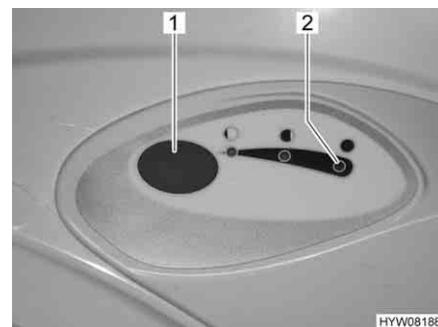

Fig. 261 Botón del inodoro/luz de control (inodoro Thetford)
- Para lavar, pulsar el botón del inodoro azul (Fig. 261,1).
La luz de control (Fig. 261,2) se enciende cuando es necesario vaciar el depósito de aguas fecales.